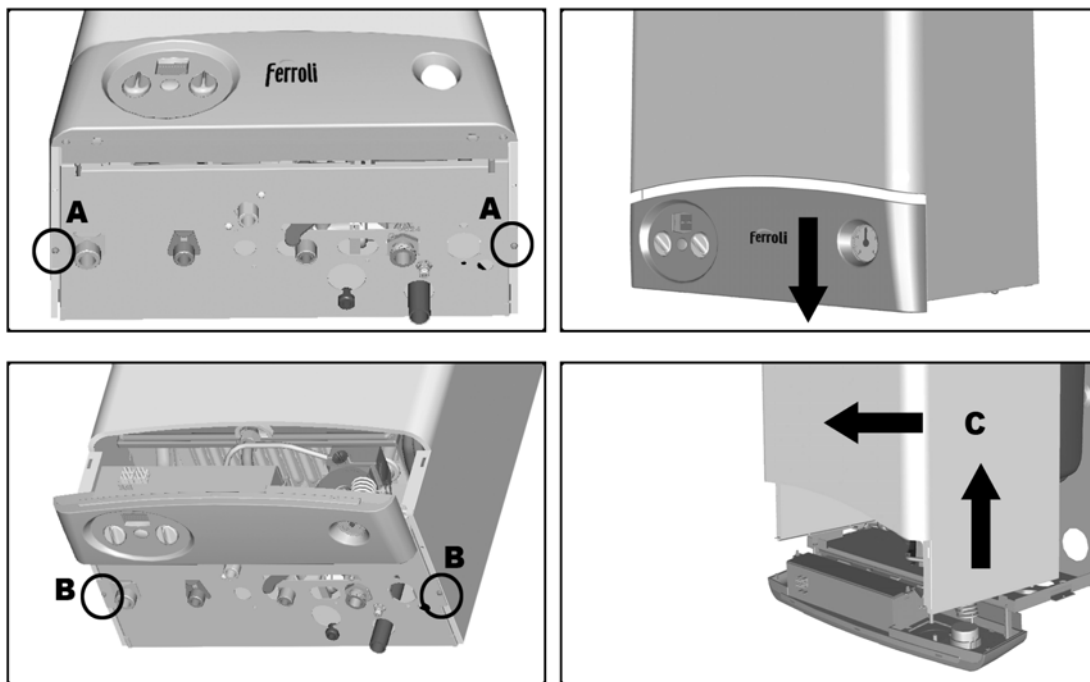

рис. 18 - Снятие кожуха
1. Отвинтите оба винта "А" (см. рис. 18).
2. Опустите панель управления (см. рис. 18).
4. Полностью отвинтите оба винта В (см. рис. 18).